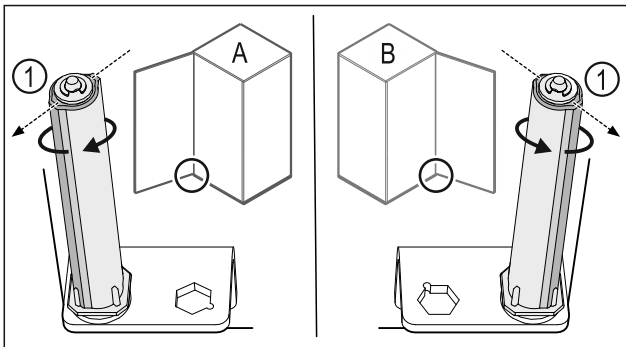

Fig. 34 Bal oldali ütköző (A) / Jobb oldali ütköző (B)
- ▶ Forgassa el a zárrendszert az ellenállással szemben, amíg a zárrendszer Fig. 34 (1) támasztója kifelé nem mutat.